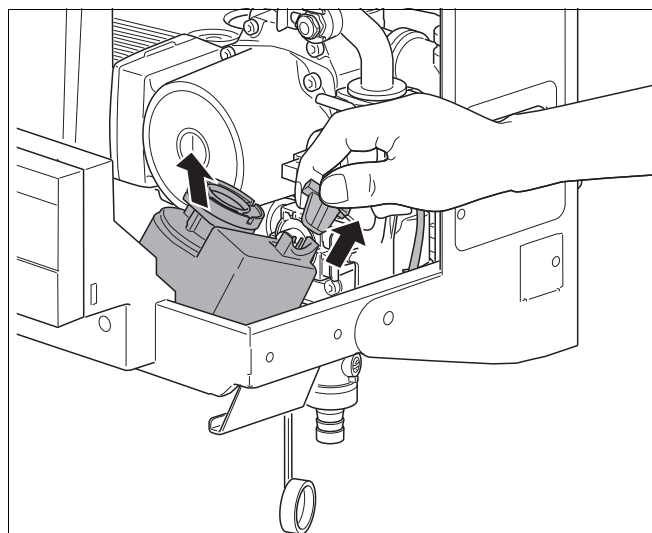

Abb. 17 Steckkontakt vom Motor des internen Dreiwegeventils abziehen
- Steckkontakt vom Motor des internen Dreiwegeventils abziehen (Abb. 17), Motor herausnehmen und aufbewahren.